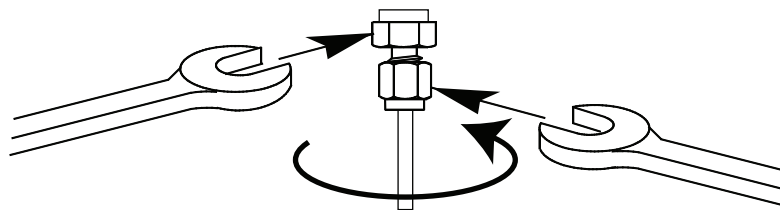

図 19. 最終の締め付け
- 7 1/8 インチ Swagelok フィッティングには、スパナを 2 本使用し、フィッティングを 3/4 回転締めます。図 19 を参照してください。